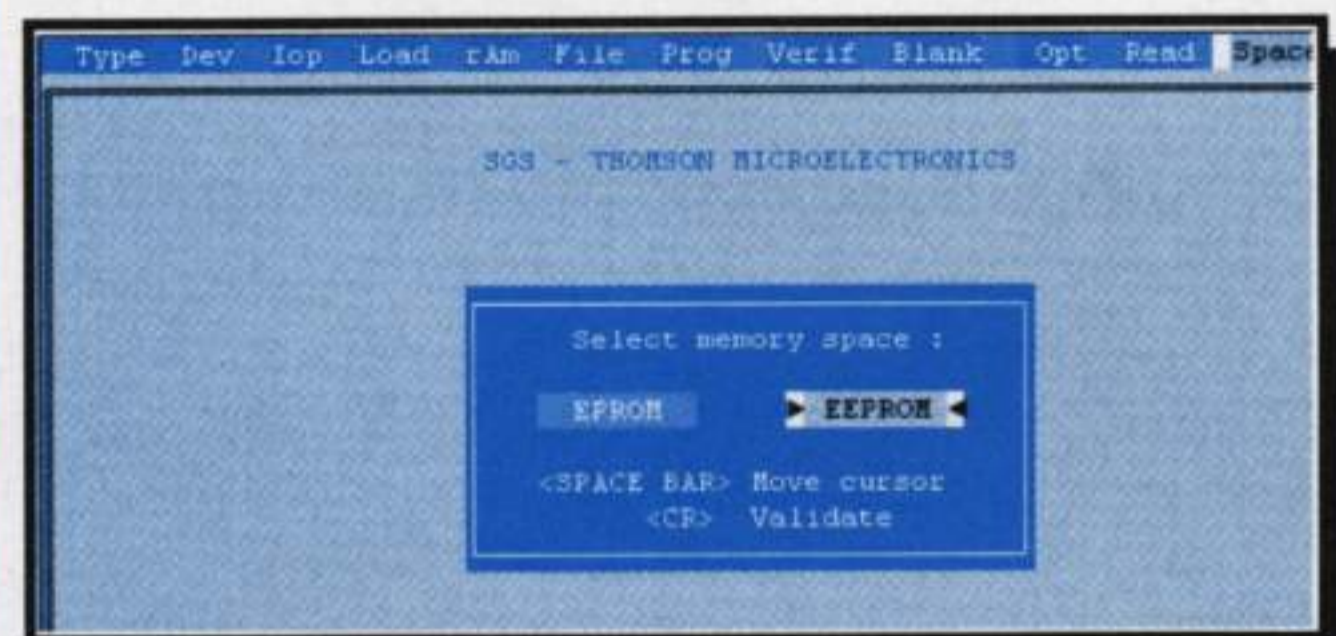

Fig.13 Quando appare questa finestra pigiate **Barra** e **Enter** per andare su **EEPROM**.
– Nella finestra di fig.13 andate sulla riga **EEPROM** pigiando il tasto della Barra ed Enter.